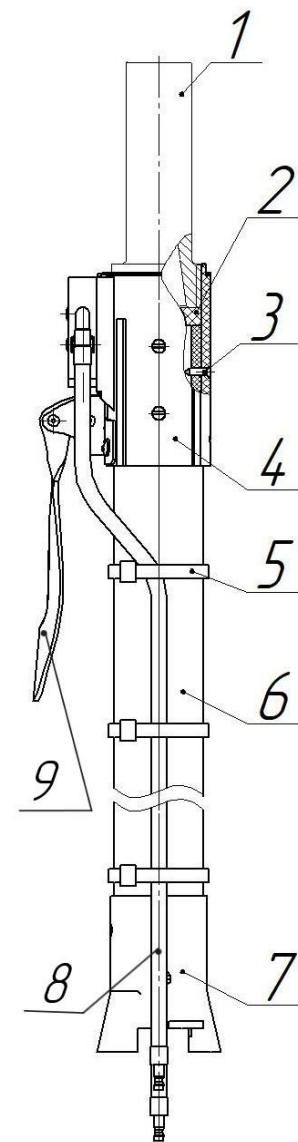
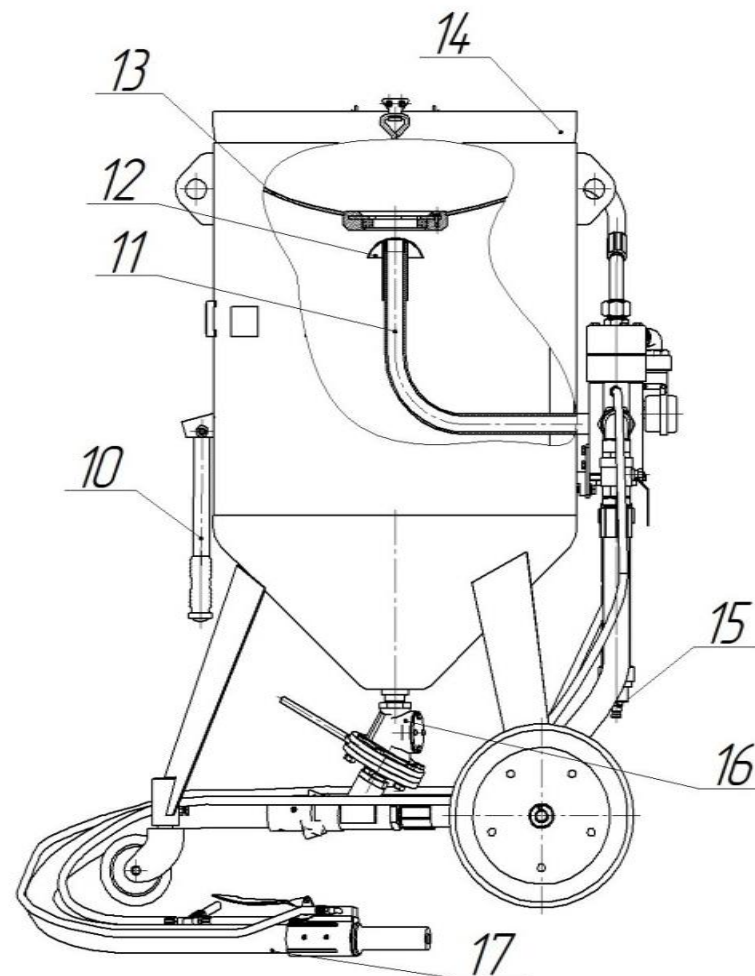
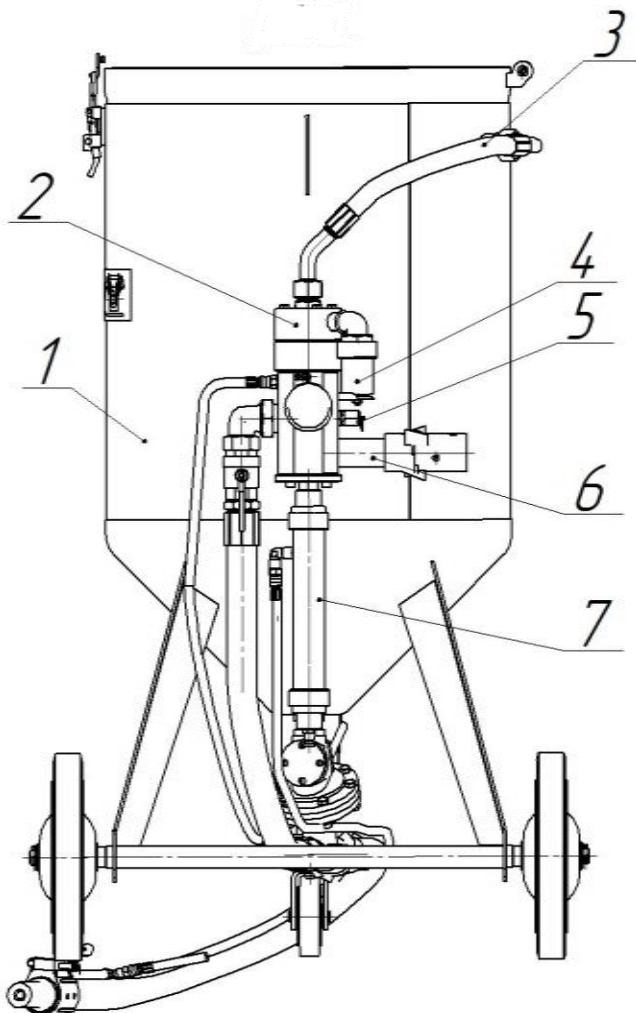

Рисунок 4. Напорный рукав Dy25\ Dy32.
Рисунок 2. Аппарат струйной очистки АСО-200М.
Рисунок 1. Аппарат струйной очистки АСО-200М.
3.1 Аппарат, (рис.1, 2) состоит из следующих основных узлов: ресивер 1, загрузочный бункер 13, блок управления 2, дозатор 16, рукав напорный 17,.
4.1 Аппарат, (рис.1, 2) представляет собой устройство, состоящее из ресивера 1, образующего рабочую камеру аппарата, загрузочного бункера 13 с сеткой 14, дозатора абразива 16, напорного рукава 17 и блока управления 2, обеспечивающего функциональное назначение аппарата.
**ВНИМАНИЕ:** Ежедневно, по окончании работы, необходимо слить воду из фильтра очистки воздуха 7 (рис. 1,2) через пробку сливную 15, находящийся на днище фильтра.
- 6.10 При незагруженном ресивере подать сжатый воздух в аппарат через патрубок 6 (рис.1), нажимая на ручку 9 (рис.4) пневмораспределителя 10. Убедиться в надежном срабатывании поршней блока управления, клапана загрузки, герметичности соединений рукавов и трубопроводов.
- 6.11 Отпустить ручку 9 (рис.4) и убедиться, что сжатый воздух из ресивера стравился в атмосферу через глушитель 4 (рис.1) и загрузочный клапан 12 (рис.2) опустился вниз, освободив загрузочное отверстие.
7.2 Рычагом дозатора 16 (рис.2) отрегулировать количество подаваемого абразива. Перемещение рычага «влево» - увеличивает подачу абразива, «вправо» - уменьшает подачу.